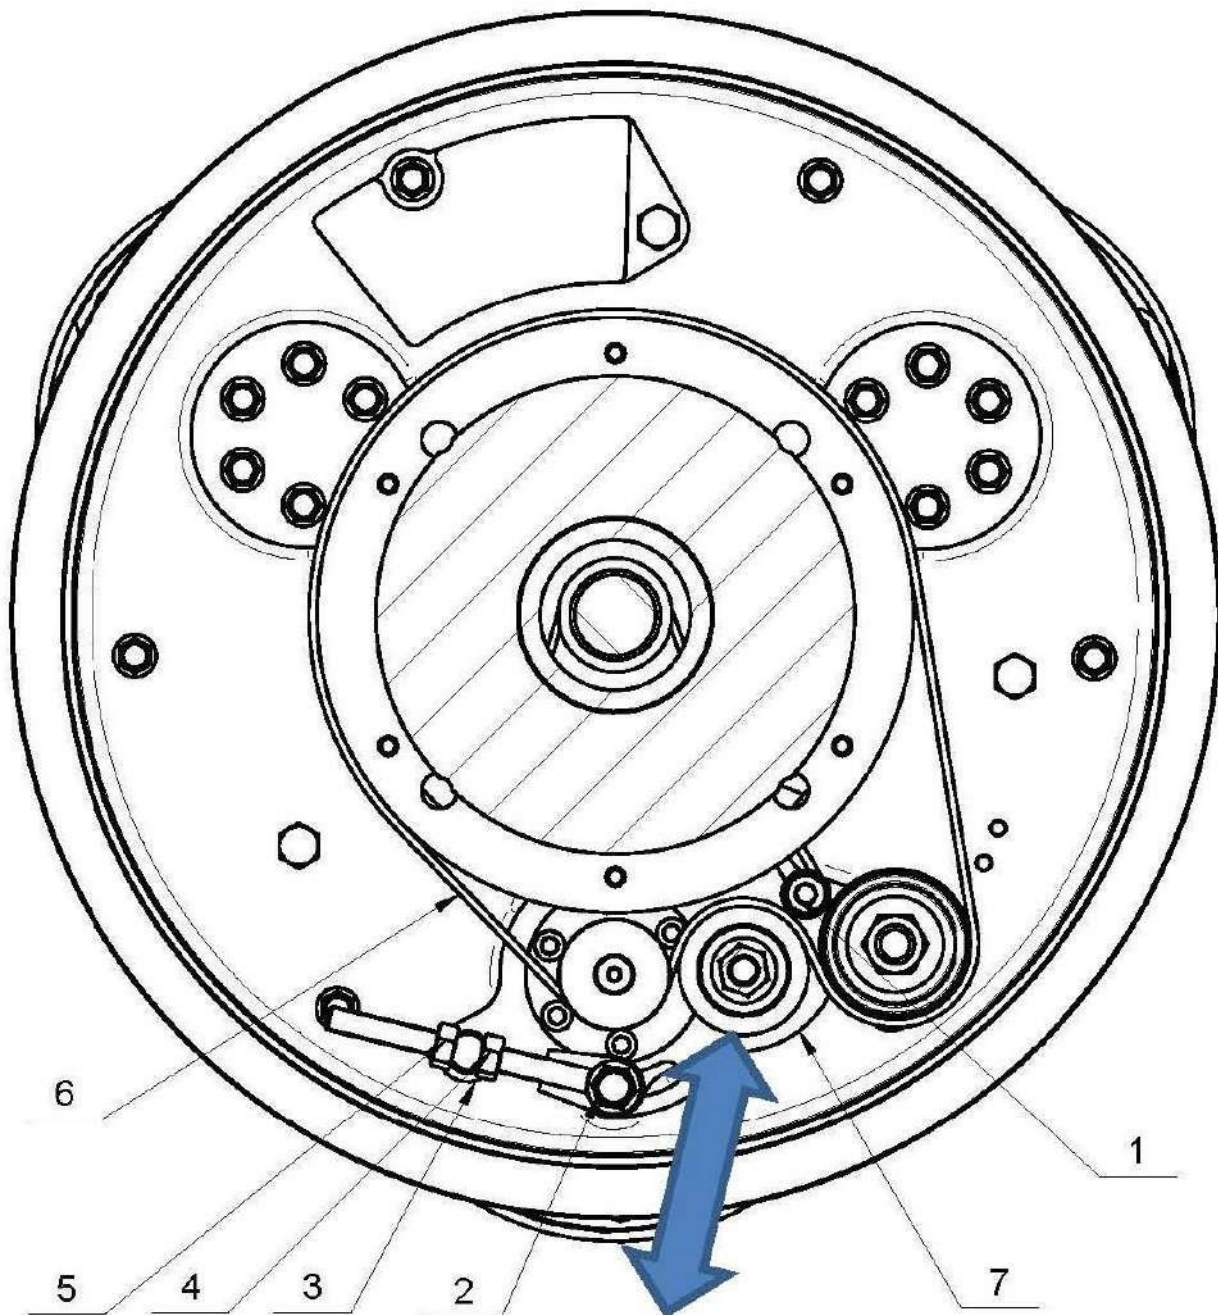

Figure 8.7.1
Dévissez les deux boulons (pos.1, pos.2 Fig. 8.7.1) et l'écrou (pos.3) du tendeur. Dévissez les écrous d'arrêt (pos.4 et pos.5) et tournez le tendeur (pos.7) pour détendre la courroie (pos.6). Retirer la vieille courroie. Installer la nouvelle courroie et remettre les boulons et l'écrou en place. Tendez à 300 Hz à l'aide du testeur de fréquence Opribelt TT3. Ne pas oublier de bloquer le tendeur.